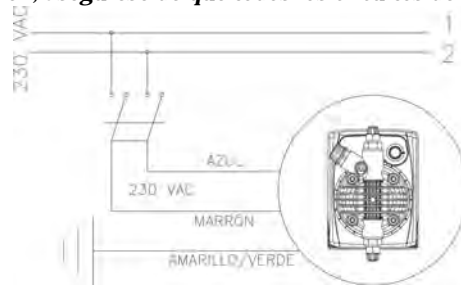

Fig. 4
b.- Respete las leyes en vigor de cada país por lo que concierne a la instalación eléctrica (Fig. 4).
- a. Asegúrese de que esté desactivada eléctricamente (ambas polaridades) desconectando los conductores de los puntos de contacto de la red con el interruptor omnipolar de distancia mínima entre contactos de 3 mm. (Fig. 4).